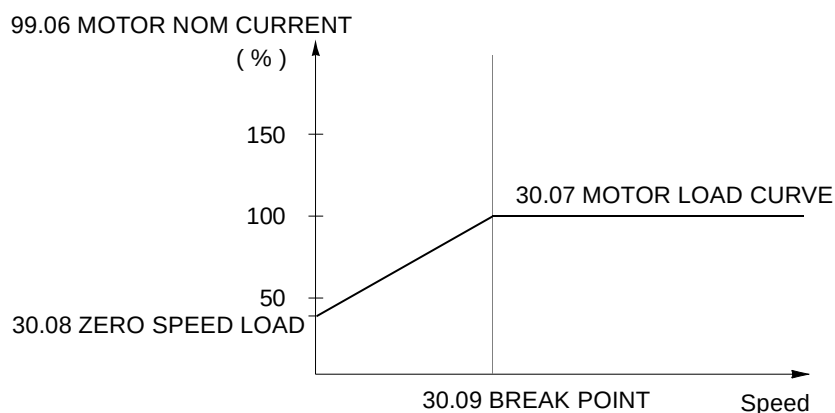

图 6-19 电机负载曲线。
☐ 利用负载曲线计算电机发热（图 6-19）。如果在曲线上部区域运行，
30.09 BREAK POINT 此参数定义了电机负载曲线从哪一点开始由参数 30.07 MOTOR LOAD CURVE 设定的最大值向零速负载 ZERO SPEED LOAD（参数 30.08）下降。参考图 6-19 电机负载曲线。